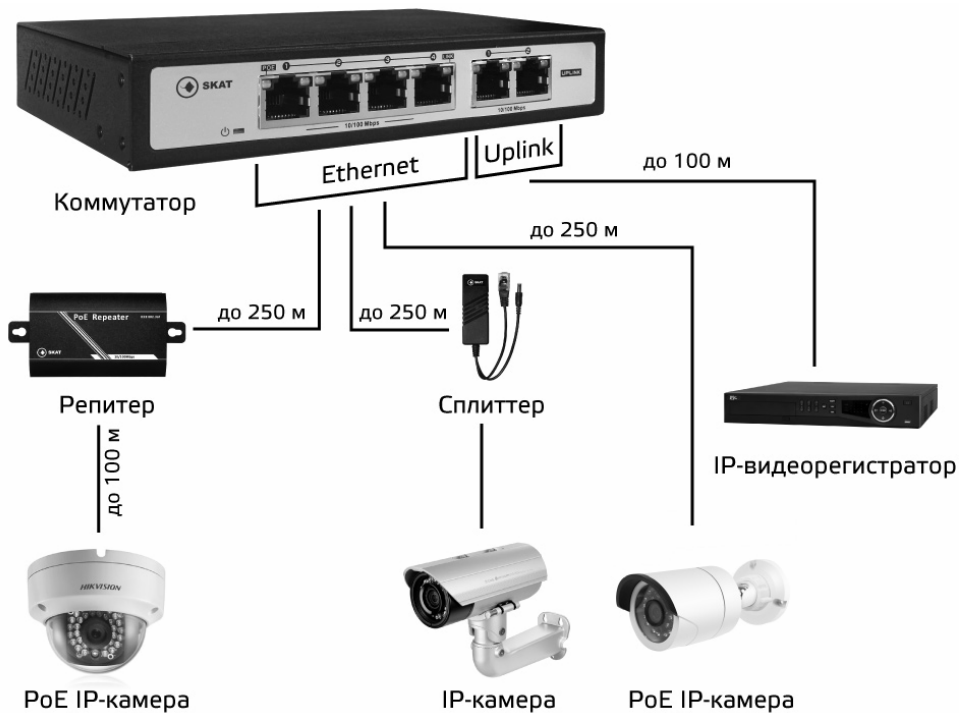

Рисунок 7 – общая схема подключения устройств к коммутатору
- Убедитесь, что индикаторы на коммутаторе («Ethernet», «PoE», «Uplink») индицируют (см. таблицу 2) наличие соединений в соответствии с текущей схемой (см. рисунок 7) подключения линий оборудования.